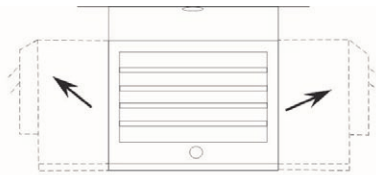

Figura 6
3. Ajuste las rejillas a la posición deseada (consulte la figura 6).
2. Fije los conectores de cables a la unidad (consulte la figura 6) y deslice el cable de calibre 10 a través de este conector de cables.
**NOTA:** A todo el cableado lo debe realizar un electricista certificado y se debe efectuar de conformidad con los códigos nacionales y locales de electricidad de Estados Unidos. Es posible que se necesiten conductos en el caso de determinadas aplicaciones; consulte la figura 6. Verifique los códigos locales de electricidad. Si se tiende el cableado en conductos y se desea girar el calefactor, asegúrese de comprar una cantidad suficiente de conducto flexible que permita girar el calefactor.